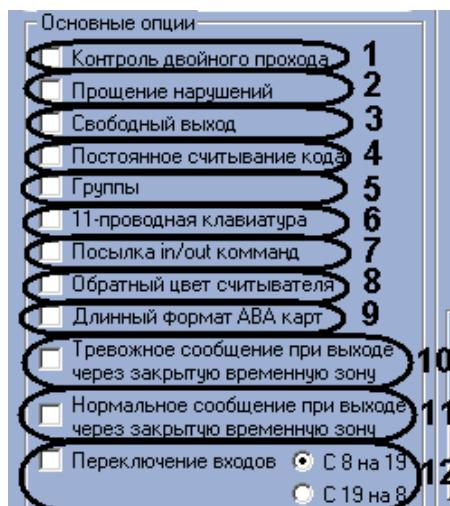

Рис. 3.3—3 Настройка основных параметров контроллера
- 6.1 Если требуется осуществлять контроль двойного прохода, необходимо установить соответствующий флагок (см. Рис. 3.3—3, **1**).
- 6.2 Установить флагок **Прощение нарушений**, если не требуется хранить в памяти нарушения пользователей (см. Рис. 3.3—3, **2**).
- 6.3 Установить флагок **Свободный выход**, если необходимо запрашивать доступ при проходе на выход (см. Рис. 3.3—3, **3**).
- 6.4 Установить флагок **Постоянное считывание кода**, если необходимо считывать код карты постоянно и независимо от длительности импульса выхода (см. Рис. 3.3—3, **4**).